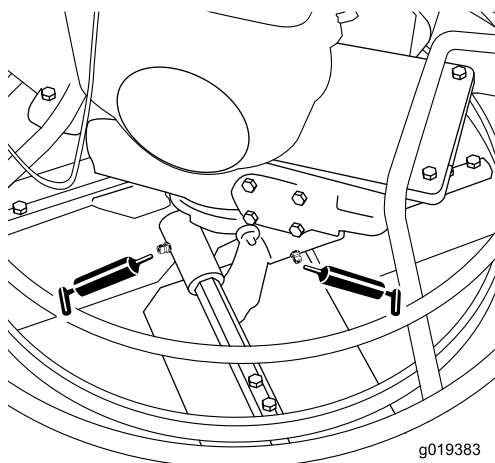
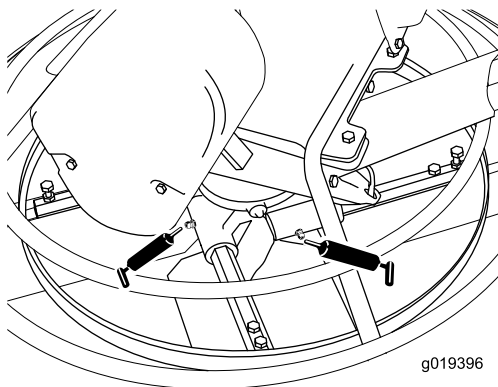

Figura 14
Figura 15
2. Bombée grasa varias veces en cada engrasador hasta que empiece a rezumar del cojinete (Figura 14 y Figura 15).